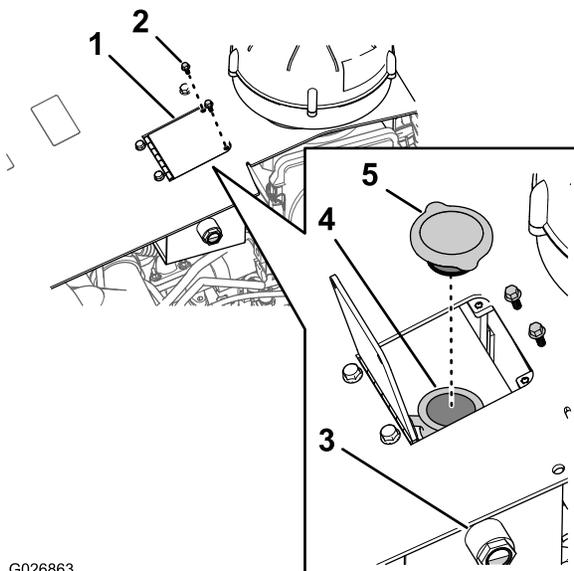

Figure 98
4. Contrôlez le niveau de liquide de refroidissement à travers le regard de niveau situé sur le côté du vase d'expansion (Figure 98).
- A. Retirez les 2 boulons à tête hexagonale qui fixent la trappe au capot de la machine, et ouvrez la trappe du vase d'expansion (Figure 98).
- B. Enlevez le bouchon du vase d'expansion et faites l'appoint de liquide de refroidissement jusqu'à ce que le niveau de liquide atteigne le centre du regard (Figure 98).
2. Retirez les 2 boulons à tête hexagonale qui fixent la trappe du vase d'expansion au capot de la machine et ouvrez la trappe (Figure 98).
3. Retirez le bouchon du vase d'expansion (Figure 98).
- 7. Refermez la trappe du vase d'expansion et fixez-la avec les 2 boulons à tête hexagonale (Figure 98) que vous avez retirés à l'opération 2 de Vidange du système de refroidissement (page 72).
1. Retirez le bouchon du vase d'expansion (Figure 98).
2. Remplissez le circuit de refroidissement du mélange spécifié (Figure 105) jusqu'à ce que le niveau de liquide soit à mi-hauteur du regard de niveau (Figure 98).
3. Remettez en place le bouchon du vase d'expansion (Figure 98).